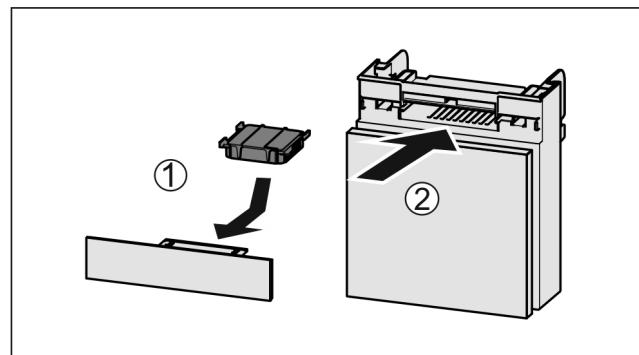

Fig. 171
- Vložte aktívny uhlíkový filter podľa obrázka Fig. 171 (1).
- Zasuňte zásuvku Fig. 171 (2).